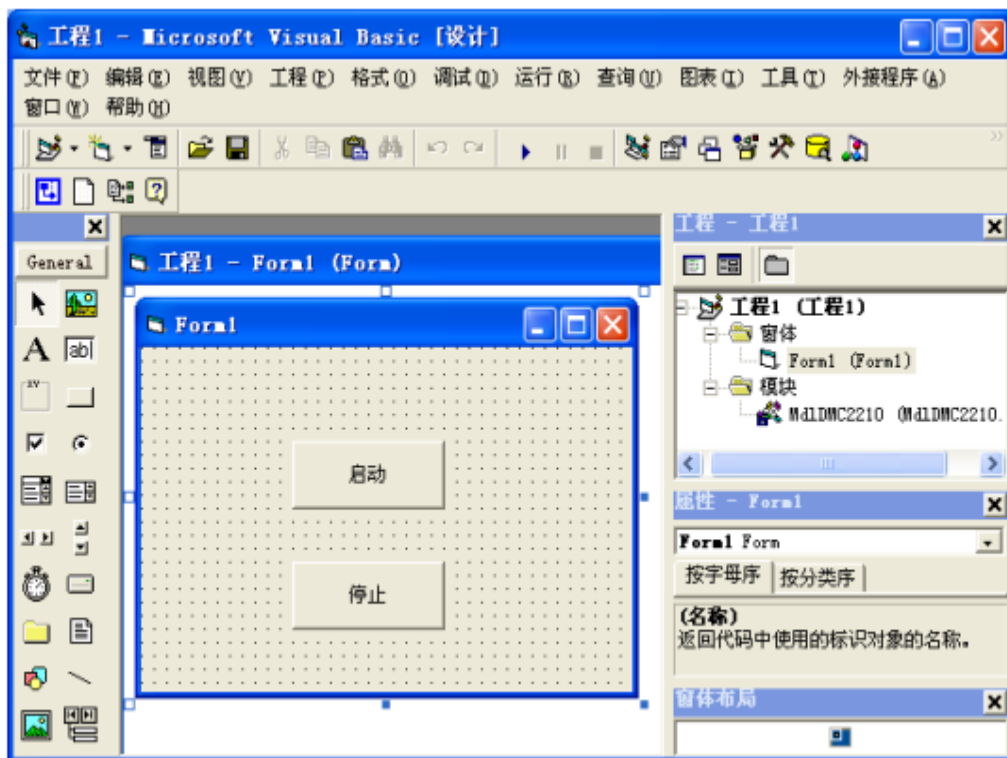

图 6-9 添加头文件
- (4) 工程保存在 E:\test1 目录下。
- (5) 在资料光盘相应目录下找到 DMC1220.bas 文件, 拷贝到 test1 目录下。
- (6) 选择“工程” -> “添加模块” -> “现存”, 找到 test1 目录下的 DMC1220.bas 文件, 添加到工程中, 如图 6-9 所示: